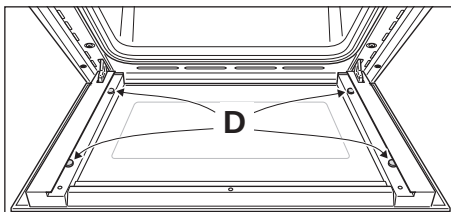

Fig. 6.21
• Vérifiez que les quatre patins en caoutchouc sont en place ("D" sur la fig. 6.21).
IMPORTANT: Il est conseillé, lors du remontage de la vitre, de bien tenir en position (par exemple à l'aide d'un doigt) les quatre patins en caoutchouc "D", afin d'éviter la rupture ou le glissement des patins en caoutchouc eux-mêmes (figure 6.21).